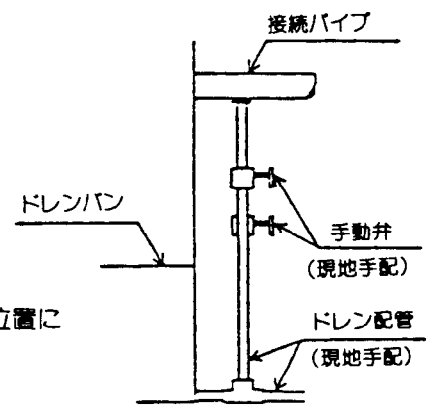

図 5
2. フサギ栓部に図5のように手動弁を取り付けますと、水抜き及び空気抜き作業が容易に行えます。
3. 品⑤注意名板は側板パネル（ヒータ接続パイプ付近）または見やすい位置に貼ってください。